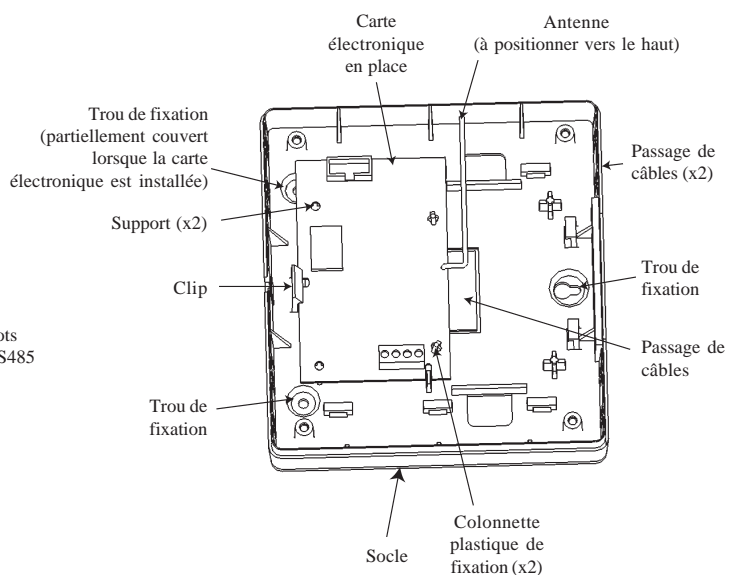

Figure 37. Socle avec la carte électronique installée.
- Le boîtier du récepteur RF V2 Portal doit être fixé de telle façon que lorsque la carte électronique est installée, l'antenne radio soit verticale (voir figure 37, page 1-41).